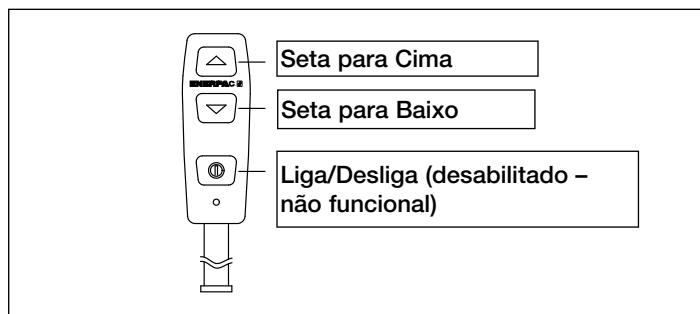

Figura 6
#### 5.1 Operação do Controle (ver Figura 6)
4. Pressione e sustente o botão Seta Para Cima no controle. (ver figura 6). Permita a geração de pressão.
- b. Pressione e sustente o botão Seta para Cima no Controle (ver figura 6). Permita a geração de pressão
8. Libere o botão Seta para Cima. Certifique-se que manômetro indica zero (0) psi.